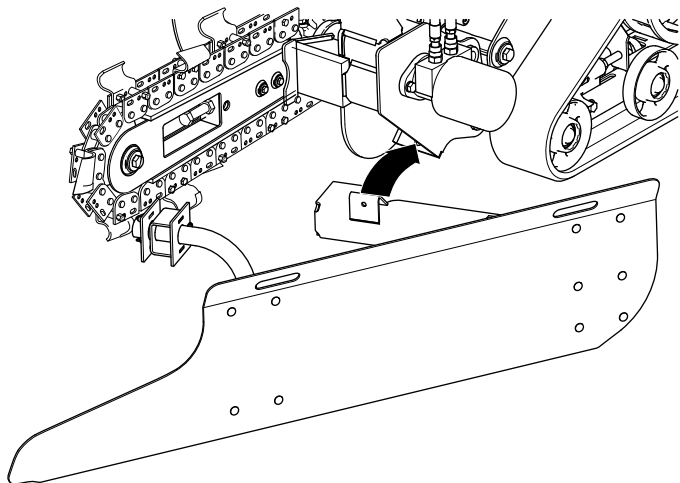

Figura 3
2. Infilate la staffa di montaggio posteriore della lama nell'apertura presente sullo scavafossi a sinistra della barra, inserendola sul supporto trasversale (Figura 3).